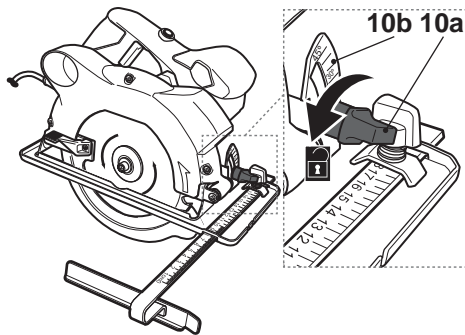

Fig. 7
- > Desserrez la molette de fixation [10a] et inclinez le carter pour obtenir l'angle souhaité. Utilisez l'échelle [10b] comme guide (Fig. 7).